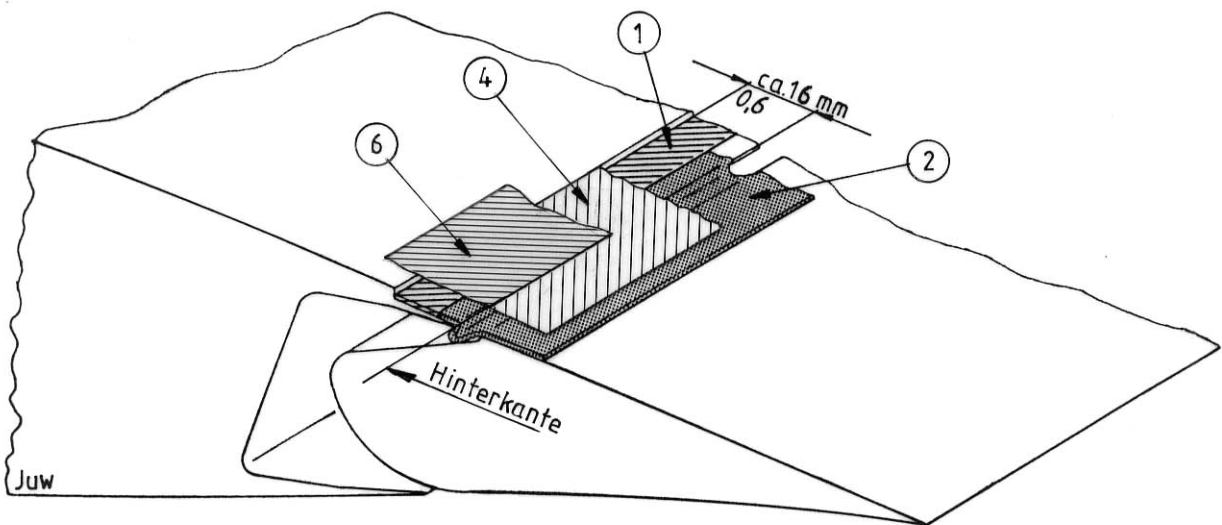

FIG. 6 Höhenleitwerk-Oberseite
- 6.1 Falls noch nicht vorhanden, muß wie in Fig. 6 dargestellt, an der Höhenflosse eine Stufe eingelassen werden, indem die Lackschicht bis zur äußeren GFK-Lage vorsichtig abgetragen wird [ca. 0,5 mm tief].
- 6.2 Nun wird wie unter 4.1 bis 4.4 beschrieben das Dicht- und Gleitband (2) und das Abdeckband (4) [Mylarfolie, 30-12 mm breit] auf das Höhenleitwerk geklebt (Fig.6).
- Das Dicht- und Gleitband (2) wird im Bereich der Aussparung für den HR-Mitnehmer ausgeschnitten, das Abdeckband (4) geht durch.
- 6.3 Das Schutzklebeband (6) [Tesafilem Nr. 104, weiß, 25 mm breit] über die Vorderkante des Abdeckbandes (4) und der Stufe an der Höhenflosse kleben (Fig. 6).